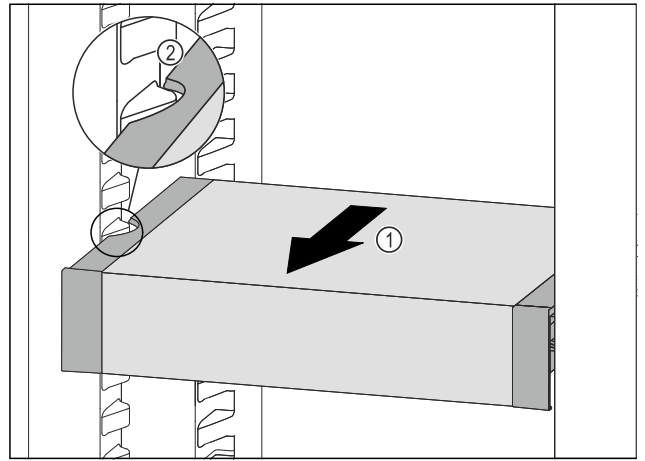

Fig. 108
- Vedä VarioSafe-laatikkoa eteenpäin Fig. 108 (1), kunnes VarioSafen sivuilla olevat lovet ovat jääkaappiosassa olevien kannattimien tasolla. Fig. 108 (2)